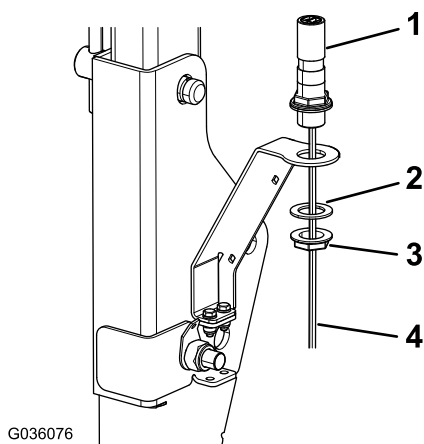

Figure 4
1. Montez le support du gyrophare sur la patte de fixation du gyrophare (Figure 4).